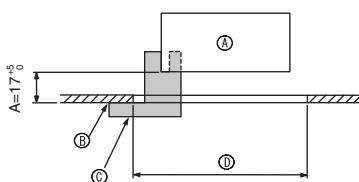
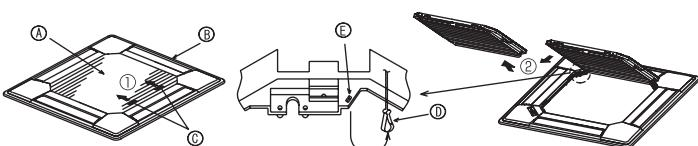
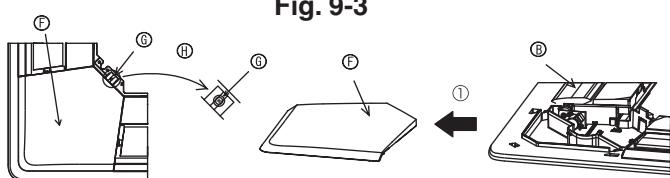

Fig. 9-2
Fig. 9-3
Fig. 9-4
① Решетка	1	950 x 950 (мм)
② Винт с привязной прокладкой	4	M5 x 0,8 x 25
③ Шаблон	1	(Поделен на четыре части)
④ Фиксатор	3
⑤ Винт	4	4 x 8
⑥ Винт	1	4 x 12
⑦ Беспроводной пульт дистанционного управления	1	для PLP-6BALM
⑧ Проводной пульт дистанционного управления	1	для PLP-6BAMD
9.2. Подготовка к установке вентиляционной решетки (Fig. 9-2)
- С помощью поставленного в комплекте шаблона ③ отрегулируйте и проверьте положение устройства по отношению к потолку. При неверном расположении устройства по отношению к потолку возможно прохождение воздуха или накопление конденсации.
- Ⓒ Шаблон ③ (Вставлен в устройство)
9.2.1. Удаление воздухозаборной решетки (Fig. 9-3)
- Сдвиньте рычаги в направлении, обозначенном стрелкой ①, чтобы открыть воздухозаборную решетку.
- Пока воздухозаборная решетка находится в "открытом" положении, удалите стержень воздухозаборной решетки с вентиляционной решетки в направлении стрелки ②.
9.2.2. Удаление угловой панели (Fig. 9-4)
- Удалите винт из угла угловой панели. Для удаления угловой панели сдвиньте угловую панель в направлении стрелки ①.
- [Fig.9-3] [Fig.9-4]